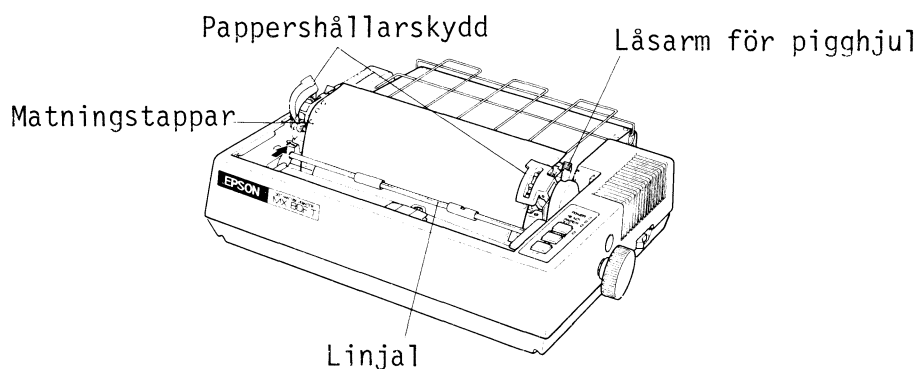

Fig 2.11 Montering av papperet på pigghjulen
- h) Lyft upp de två pappershållarskydden och träd papperets matarhål på matartapparna. Tryck sedan ned pappershållarskydden. Se fig 2.11.